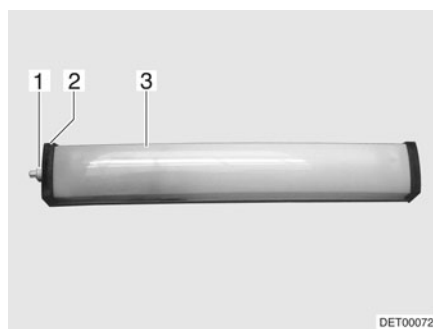

Fig. 251 Luz del habitáculo
- Desatornillar la caperuza (Fig. 251,1).
- Retirar la tapa (Fig. 251,2).
- Comprimir ligeramente la cubierta de la luz (Fig. 251,3) y retirarla.